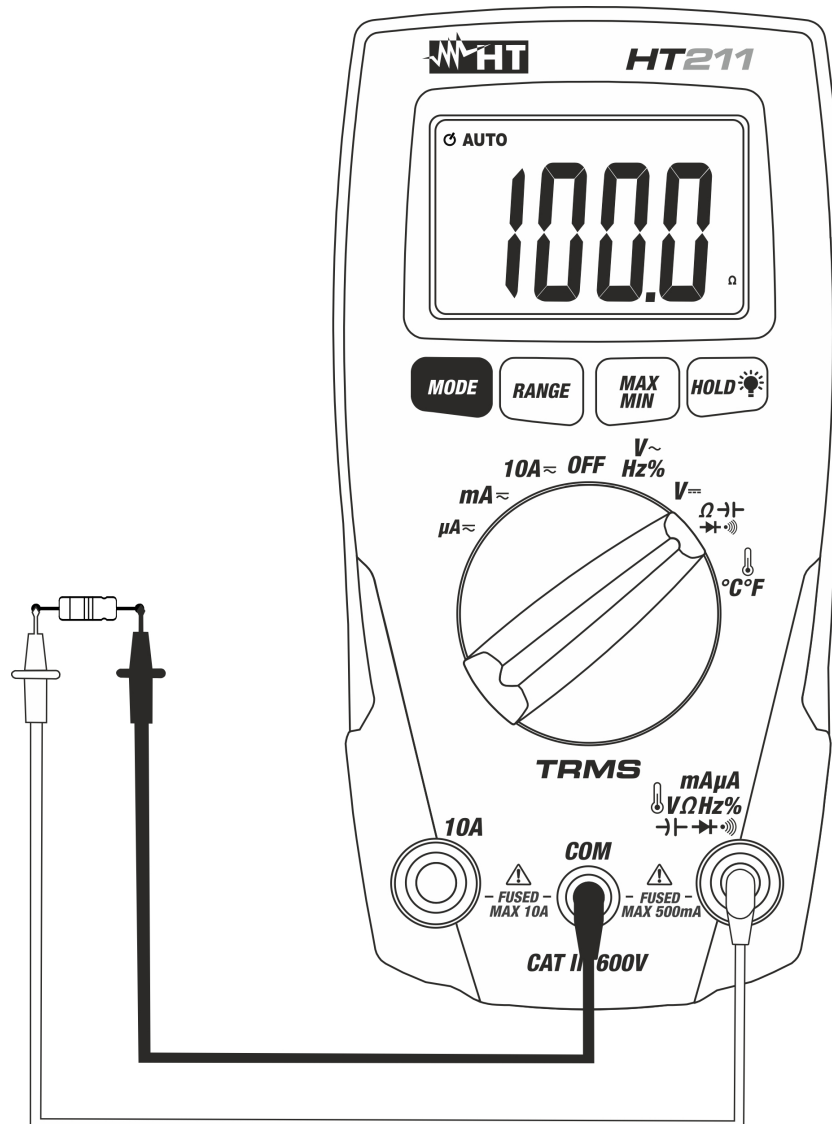

Abb. 5: Widerstandsmessung
3. Verbinden Sie nun die rote und die schwarze Messleitung mit dem Prüfling wie oben gezeigt (siehe Abb. 5). Der Widerstandswert wird automatisch erkannt und auf dem Display angezeigt